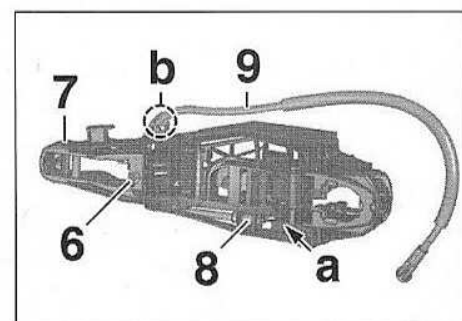

FIG.99
- Desserrer la vis (6) (Fig.99).
- Par l'intérieur, dégrafer du panneau de porte, le support intérieur de la poignée extérieure (7).
- Désaccoupler l'arrêt de gaine (8).
- Libérer le câble (9) en (a) puis le dégager du support intérieur en (b).